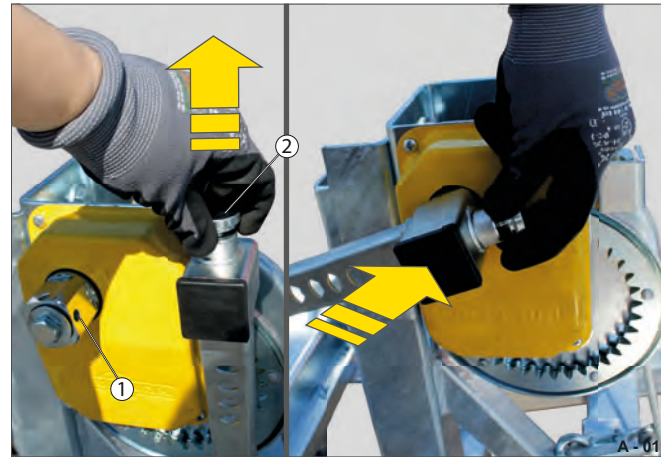

Abb. 6 Kurbel umstecken
- ▶ Ziehen Sie am Sicherungsstift (Abb. 6/2) und entnehmen Sie gleichzeitig die Kurbel von der Park-Halterung ab.
- ▶ Stecken Sie die Kurbel mit hochgezogenem Sicherungsstift auf den Kurbelansatz (Abb. 6/1) auf.